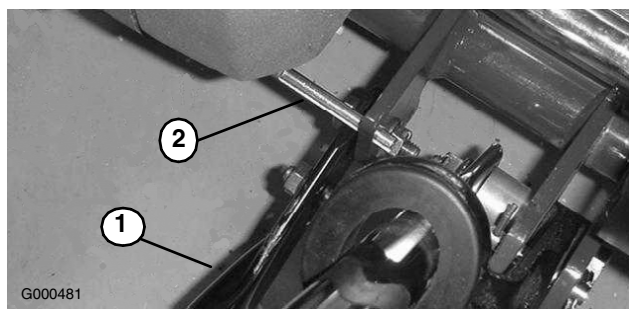

Figure 44
2. Abaissez la béquille. Insérez une goupille de 1/4" de diamètre (ou équivalent) dans le trou du bâti au-dessus du boulon de montage de la béquille (Figure 44).